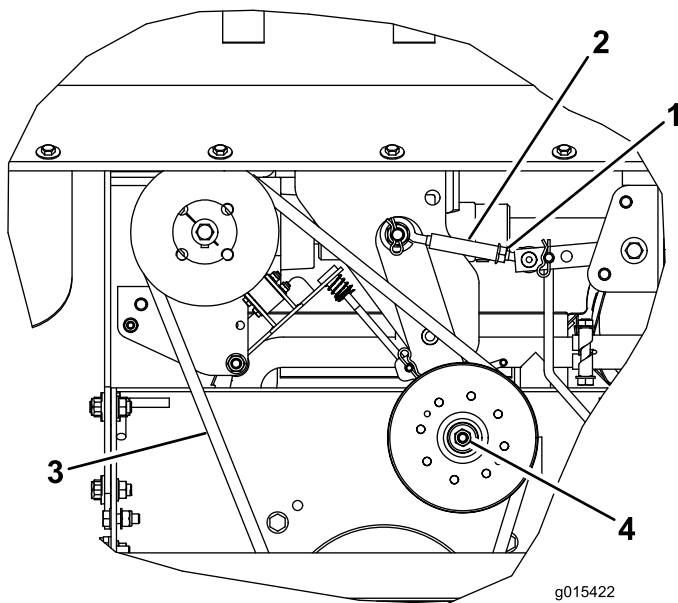

Figura 11
Eseguite un controllo visivo sulla cinghia (Figura 11), individuando sporco, usura, incrinature e segni di surriscaldamento. Se la cinghia appare eccessivamente usurata o mostra segni di danni, sostituirla.
Nota: Figura 11 mostra la cinghia vista da sotto, ma la cinghia può essere controllata, regolata o sostituita agendo dalla parte superiore o inferiore, previa rimozione della relativa protezione.
Per sostituire la cinghia, completate la seguente procedura, facendo riferimento a Figura 11:
La tensione corretta della cinghia del tosaerba equivale all'applicazione di una forza di 4,5 kg che flette la cinghia di 13 mm nel punto medio della campata più lunga (Figura 11).
- A. Allentate il dado di bloccaggio (Figura 11)